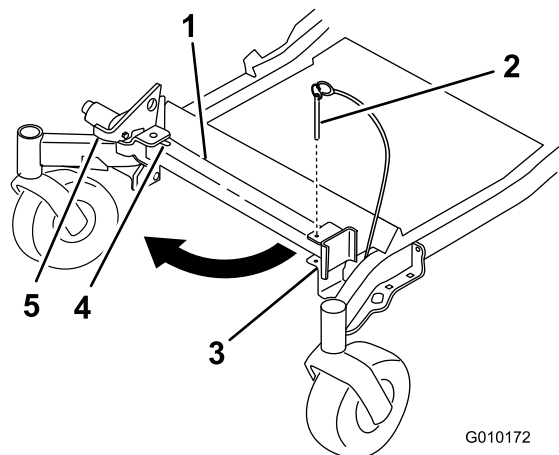
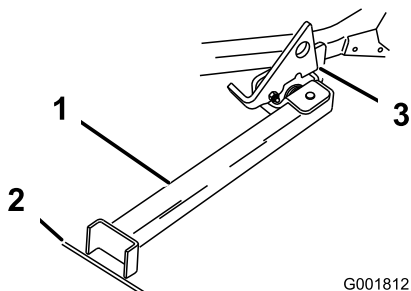

Figura 39
Figura 40
2. Retire el pasador del soporte (Figura 39).
- Levante el enganche. Gire el pie del soporte hacia adelante, y deslice el soporte hacia la máquina, hasta que encaje en la parte de abajo de la ranura (Figura 39 y Figura 40).
- Ponga el pie del soporte en el suelo con el enganche descansando sobre la pestaña de giro (Figura 40).
Nota: Para obtener los mejores resultados, coloque el pie del soporte en una ranura de la acera o en el césped (Figura 40).
- Conduzca la máquina sobre el soporte. Pare cuando el enganche caiga por encima de la pestaña a la posición bloqueada (Figura 40). Una vez que esté sobre el soporte, ponga el freno de estacionamiento y apague el motor.
- Ponga el soporte de nuevo en su posición de descanso (Figura 39).